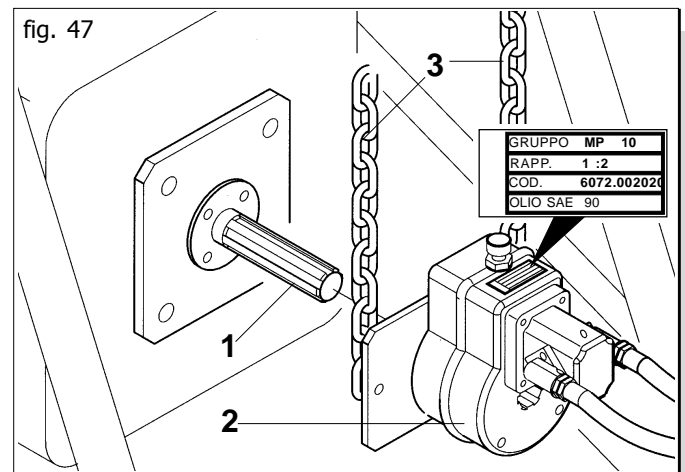

fig. 47
A motore spento e trattore bloccato, collegare correttamente tutti gli innesti rapidi. Pulire ed ingrassare la presa di forza del trattore (1 Fig. 47). Innestare il moltiplicatore (2) nella presa di forza dell'attrezzatura come in Figura 47. Verificare il corretto accoppiamento, bloccare la rotazione del moltiplicatore con le catene in dotazione (3) agganciandole ad una parte fissa del trattore.